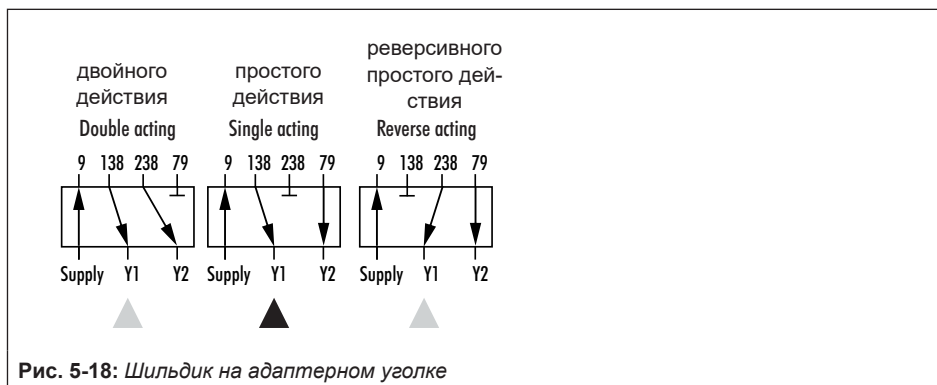

Рис. 5-18: Шильдик на адаптерном уголке
4. Привинтите поворотную пластику (7) к угловому адаптеру (6); при этом следите за правильным положением уплотнительных колец.
5. Выберите нужную функцию переключения согл. Рис. 5-18 путем вращения поворотной пластины: маркировка в виде стрелки на переключателе указывает на соответствующую функцию переключения, см. Рис. 5-18.
6. Уложите фасонное уплотнение (6.2) в паз переходного кронштейна (6).
7. Выберите требуемый рычаг (1) **M**, **L** или **XL**, а также положение штифта, соответствующие размеру привода и ходу клапана (см. таблицы значений хода, стр. 5-4).
2. Отвинтите переключатель (7) от переходного кронштейна (6).
3. Установите угловой адаптер (6) на позиционер и зафиксируйте его винтами (6.1); при этом следите за правильным положением уплотнительных колец.
4. Привинтите поворотную пластину (7) к угловому адаптеру (6); при этом следите за правильным положением уплотнительных колец.
5. Выберите нужную функцию переключения согл. Рис. 5-18 путем вращения поворотной пластины: маркировка в виде стрелки на переключателе указывает на соответствующую функцию переключения, см. Рис. 5-23.
6. Освободите передающий штифт на рычаге (M) из его положения и переместите его в положение 90°.